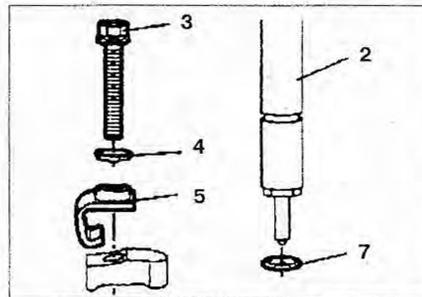

Рис. 2.84. Замените уплотнение 7, зажим 5, сферическую шайбу 4 и болт 3.
8. Замените уплотнение **7**, зажим **5**, сферическую шайбу **4** и болт **3** (рис. 2.84).